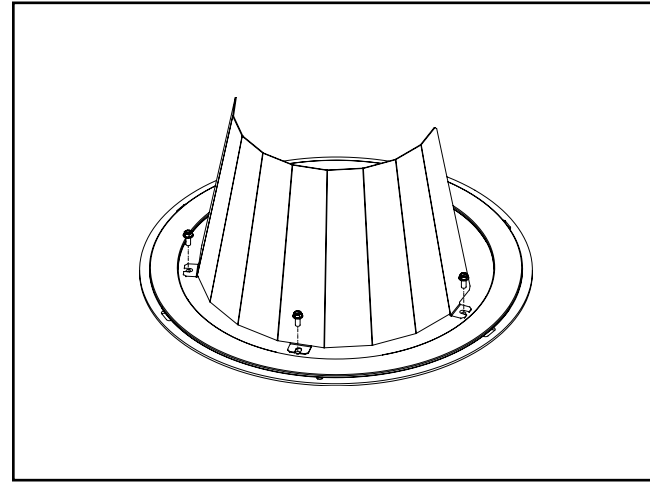

Figure 7.
4. Fixez le protecteur latéral pour maison au couvercle avec les trois (3) vis no 8-32. (Figure 7)